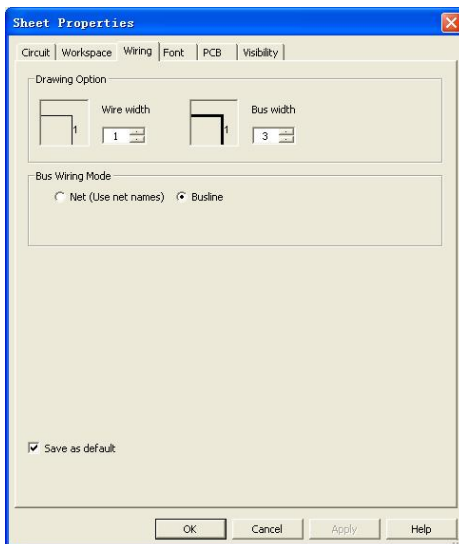

图 1-12 Wiring 选项卡
- ① Show: 显示。Show grid: 显示网格; Show page bounds: 显示页边界; Show border: 显示边框。
- ② Sheet size: 图纸大小。Orientation: 方向。Portrait: 纵向; Landscape: 横向。
- ③ Custom size: 自定义大小。Width: 宽度; Height: 高度。
- 3) Wiring: Wiring 选项卡如图 1-12 所示。